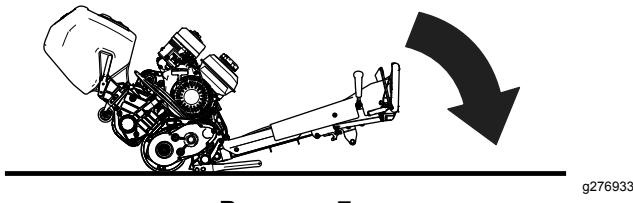

Рисунок 7
- Обеспечьте доступ к режущему блоку, опустив рукоятку тягового блока на землю (Рисунок 7).